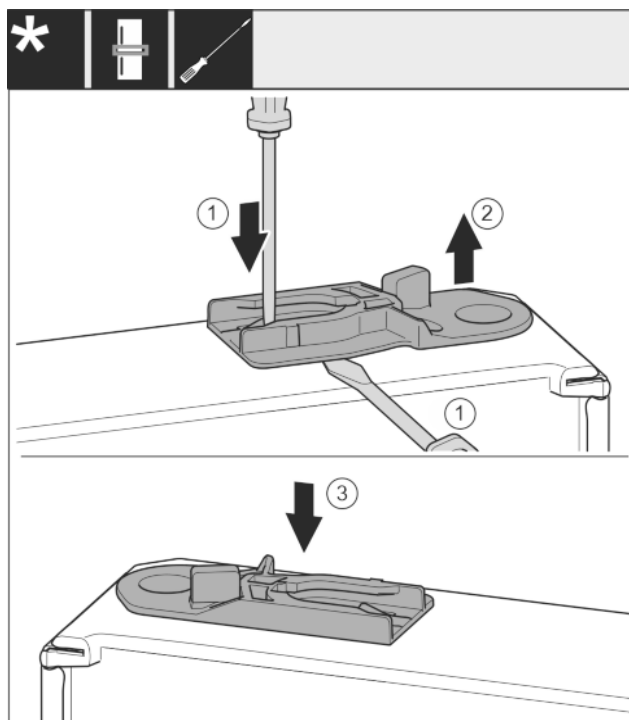

Fig. 29
- Führungsbuchse herausziehen: Lasche mit Schlitzschraubendreher drücken und gleichzeitig mit Schlitzschraubendreher unter Führungsbuchse fahren. Fig. 29 (1, 2)
- Im Lieferumfang beiliegende Führungsbuchse auf anderer Gehäuseseite einschieben. Fig. 29 (3)